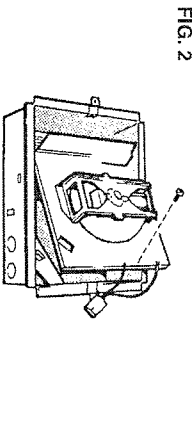

FIG. 2
1. Remove the retaining screw, unplug wiring harness and lift heater assembly from housing. (FIG. 2)
1. Quite el tornillo de retención, desmonte el cableado preconfigurado y levante el equipo del calentador de la caja. (FIG. 2)